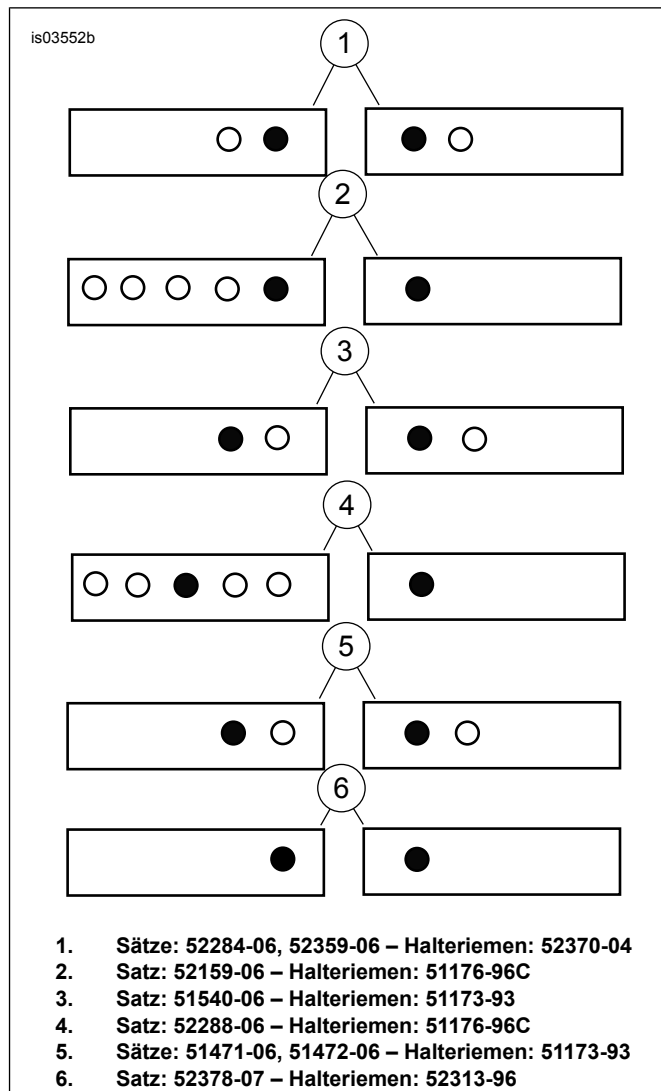
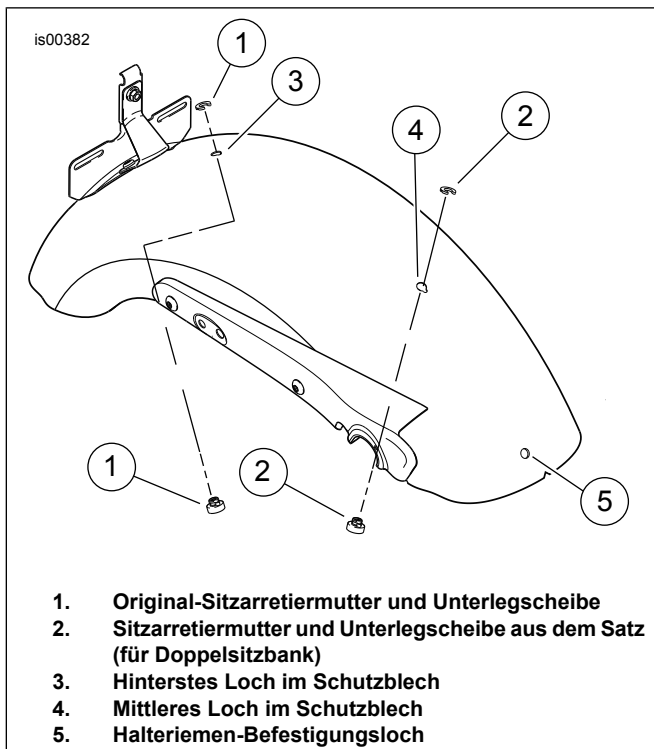
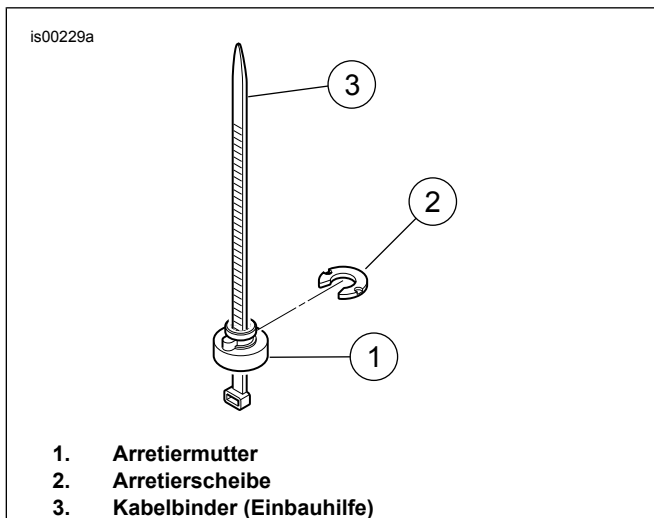
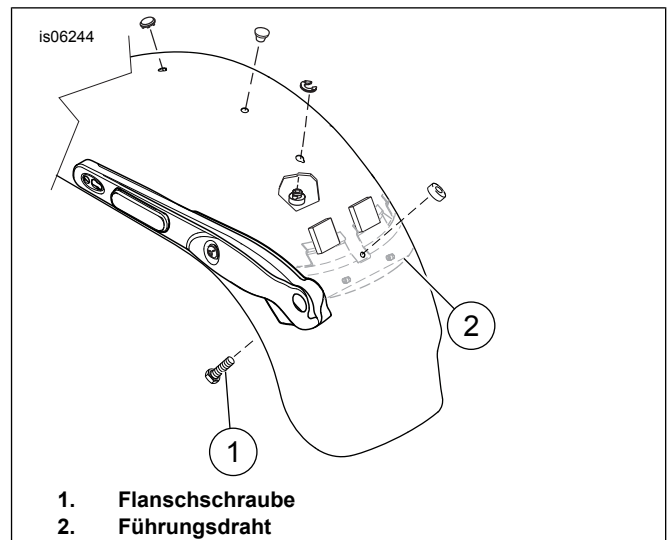

Abbildung 1. Einbau des Halteriemens
Abbildung 2. Position der Arretiermutter
Abbildung 3. Die Arretiermutter einbauen
Abbildung 4. Einbau des Halteriemens – FXDWG-Modelle
3. Welche Löcher für den Einbau des jeweiligen Halteriemens zu verwenden sind, ist Abbildung 1 zu entnehmen (das richtige Loch ist auf der Abbildung dunkel gekennzeichnet). Der neue Halteriemen ist an derselben Stelle anzubringen, an der sich der ursprüngliche Halteriemen befand (Original-Befestigungsteile wiederverwenden). Auf ein Drehmoment von 6,78–10,17 N·m (60–90 **in-lbs**) anziehen. **Für FXDWG-Modelle ab 2010:** Siehe Abbildung 4. Sicherstellen, dass der Kopf der Flanschschraube (1) den Führungsdraht (2) nicht berührt und gegen das Schutzblech hin eingebaut ist.
2. Siehe Abbildung 2. Die Kunststoffkappe vom hintersten Loch im Schutzblech (3) entfernen.
4. Siehe Abbildung 3. Als Montagehilfe kann ein Kabelbinder verwendet werden, mit dem sich die Arretiermutter und die zugehörige Unterlegscheibe leichter aus- und einbauen lassen. Die Arretiermutter (1) so auf den Kabelbinder (3) stecken, dass die breitere Seite der Mutter auf der Öse des Kabelbinders aufsitzt. Den Kabelbinder von unterhalb des Schutzblechs durch das hinterste Loch im Schutzblech hindurch stecken. Den Kabelbinder nach oben ziehen, um die Mutter fest an der Unterseite des Schutzblechs anzubringen.
5. Die Nase an der Arretiermutter in die entsprechende Aussparung im Schutzblechloch gleiten lassen und die Arretierscheibe (2) von der Rückseite her aufschieben. Hiermit wird die Arretiermutter in ihrer Position gesichert. Den Kabelbinder entfernen.
7. Die Flanschschraube von der Innenseite des Schutzblechs her in das Halteriem-Befestigungsloch im Schutzblech einführen (Abbildung 2, Teil 5). Die Schraube mit der Kunststoff-Arretiermutter sichern. **Für FXDWG-Modelle ab 2010:** Siehe Abbildung 4. Sicherstellen, dass der Kopf der Flanschschraube (1) den Führungsdraht (2) nicht berührt und gegen das Schutzblech hin eingebaut ist.
8. Den neuen Sozius-Halteriem aus dem Satz entsprechend dem Diagramm in Abbildung 1 montieren. Die Unterlegscheibe und Mutter anbringen und die Mutter auf ein Drehmoment von 6,78–10,17 N·m (60–90 in-lbs) anziehen.